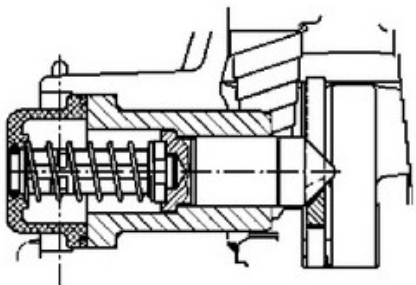

Abb. 5
**Der Kontrollstift darf nach dem Einkuppeln aus seiner Führung nicht herausstehen!** (siehe Abb. 5)